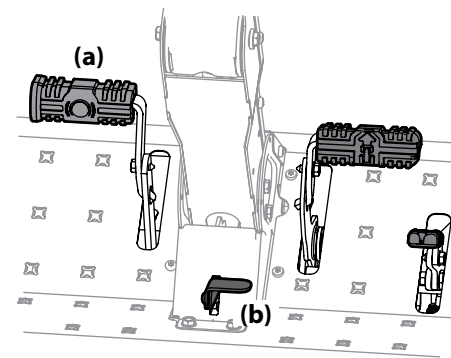

Figura 3-1
- Ponga el freno de mano oprimiendo hacia adelante el pedal de freno (a), luego oprima la palanca de control de crucero/freno de mano (b) y posteriormente suelte el pedal del freno (a). Consulte la Figura 3-1.